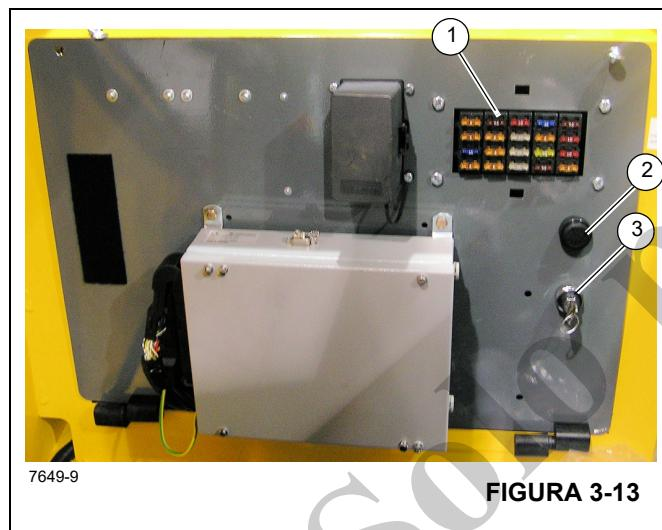

Figura 3-13 - Números de artículos
El sistema de carga de los cilindros telescópicos funciona automáticamente y no requiere de ninguna acción del operador. El indicador se ilumina en color ámbar y el zumbador suena (2) (Figura 3-13) cuando la pluma se eleva por encima de 35° y el sistema de carga de los cilindros telescópicos no funciona correctamente. Si el zumbador suena y el indicador se ilumina, el operador debe extender ligeramente la pluma para cargar manualmente los cilindros telescópicos, detener el funcionamiento y hacer que se realicen las reparaciones necesarias al sistema.
El tablero de fusibles (1) (Figura 3-13) se encuentra detrás del asiento de la cabina en el conjunto de tablero de relés y fusibles de la cabina. Contiene 20 fusibles que protegen los diversos componentes eléctricos de la grúa.
El interruptor de anulación de emergencia del RCL (3, Figura 3-13) es un interruptor accionado con llave que se encuentra dentro de la cabina del operador, en el conjunto del tablero, detrás del asiento del operador. Cuando se acciona (en sentido horario), el interruptor anula y evita que el RCL bloquee las tres funciones de la grúa (bajada de la pluma, extensión del mecanismo telescópico y elevación del